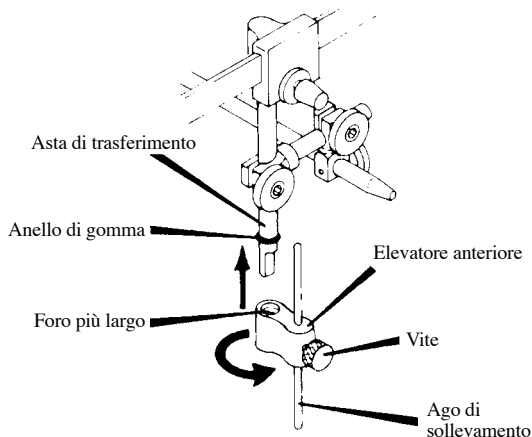

Figura 13
12. L'Elevatore Anteriore, 010358-000, scivola sull'asta di Trasferimento, Figura 13. Posizionare per primo il foro più largo e ruotare l'Elevatore in alto fino all'Anello di Gomma, con l'Ago di Sollevamento e la vite verso la parte frontale. Far scivolare l'Ago di Sollevamento nella sua posizione più alta e fermarlo con la Vite apposita.